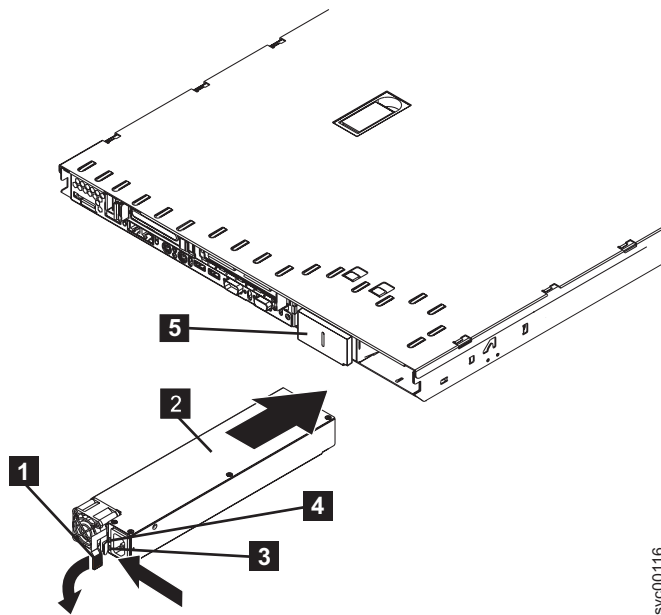

図 147. SAN ポリリューム・コントローラー 2145-8F2電源装置のハンドル
- a. 電源装置の後部のハンドル **1** を開放位置まで下の方に回して、電源装置を電源装置ベイに向かってスライドさせます。494 ページの図 147 を参照してください。